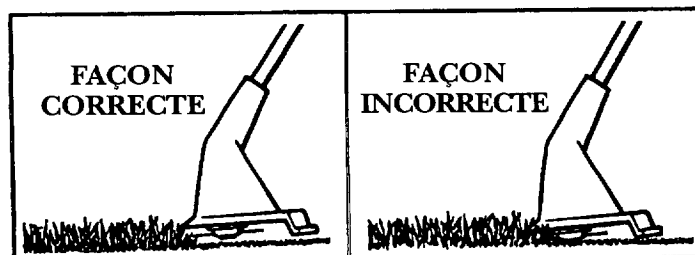

Figure 2
- L'extrémité du fil de coupe est la partie coupante. Toujours permettre au fil de coupe de couper à sa cadence. Vous obtiendrez de meilleurs résultats en ne forçant pas la lame dans l'aire de taille. Voir en figure 2 et comparer bonne et mauvaise positions.
- Eviter de laisser le porte-fil en contact continuels avec le sol lorsque vous taillez. Un contact en permanence abîmera le porte-fil et resultera en une usure prématurée du fil de coupe. Voir figure 2. la façon correcte et l'incorrecte.
2. Placer l'appareil de façon à ce que le carter de protection et le fil de coupe soient parallèles au sol et ne le touchent pas. Fig. 2.